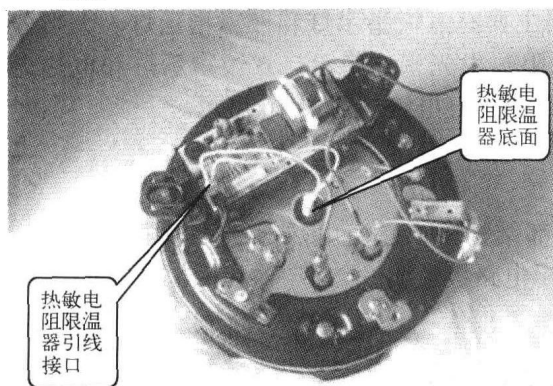

图 1-13 微电脑控制式电饭煲的限温器
2) 热敏电阻限温装置 如图 1-13 所示，热敏电阻限温器安装在电饭煲的底部，时刻感知锅底温度，并将温度的变化转换成电信号传输给微电脑控制板，然后微电脑控制板控制发热盘是否继续加热。它和机械控制式电饭煲的磁钢限温原理不同，热敏电阻限温器属于 PTC 元件。